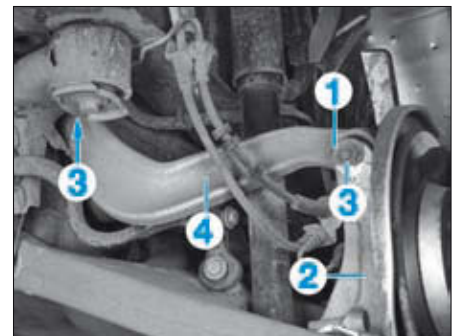

FIG. 35
- Repérer la position de la rondelle excentrique (1) par rapport au porte-moyeu (2) (Fig.35).
- Déposer les vis (3) de fixation du bras supérieur (4).